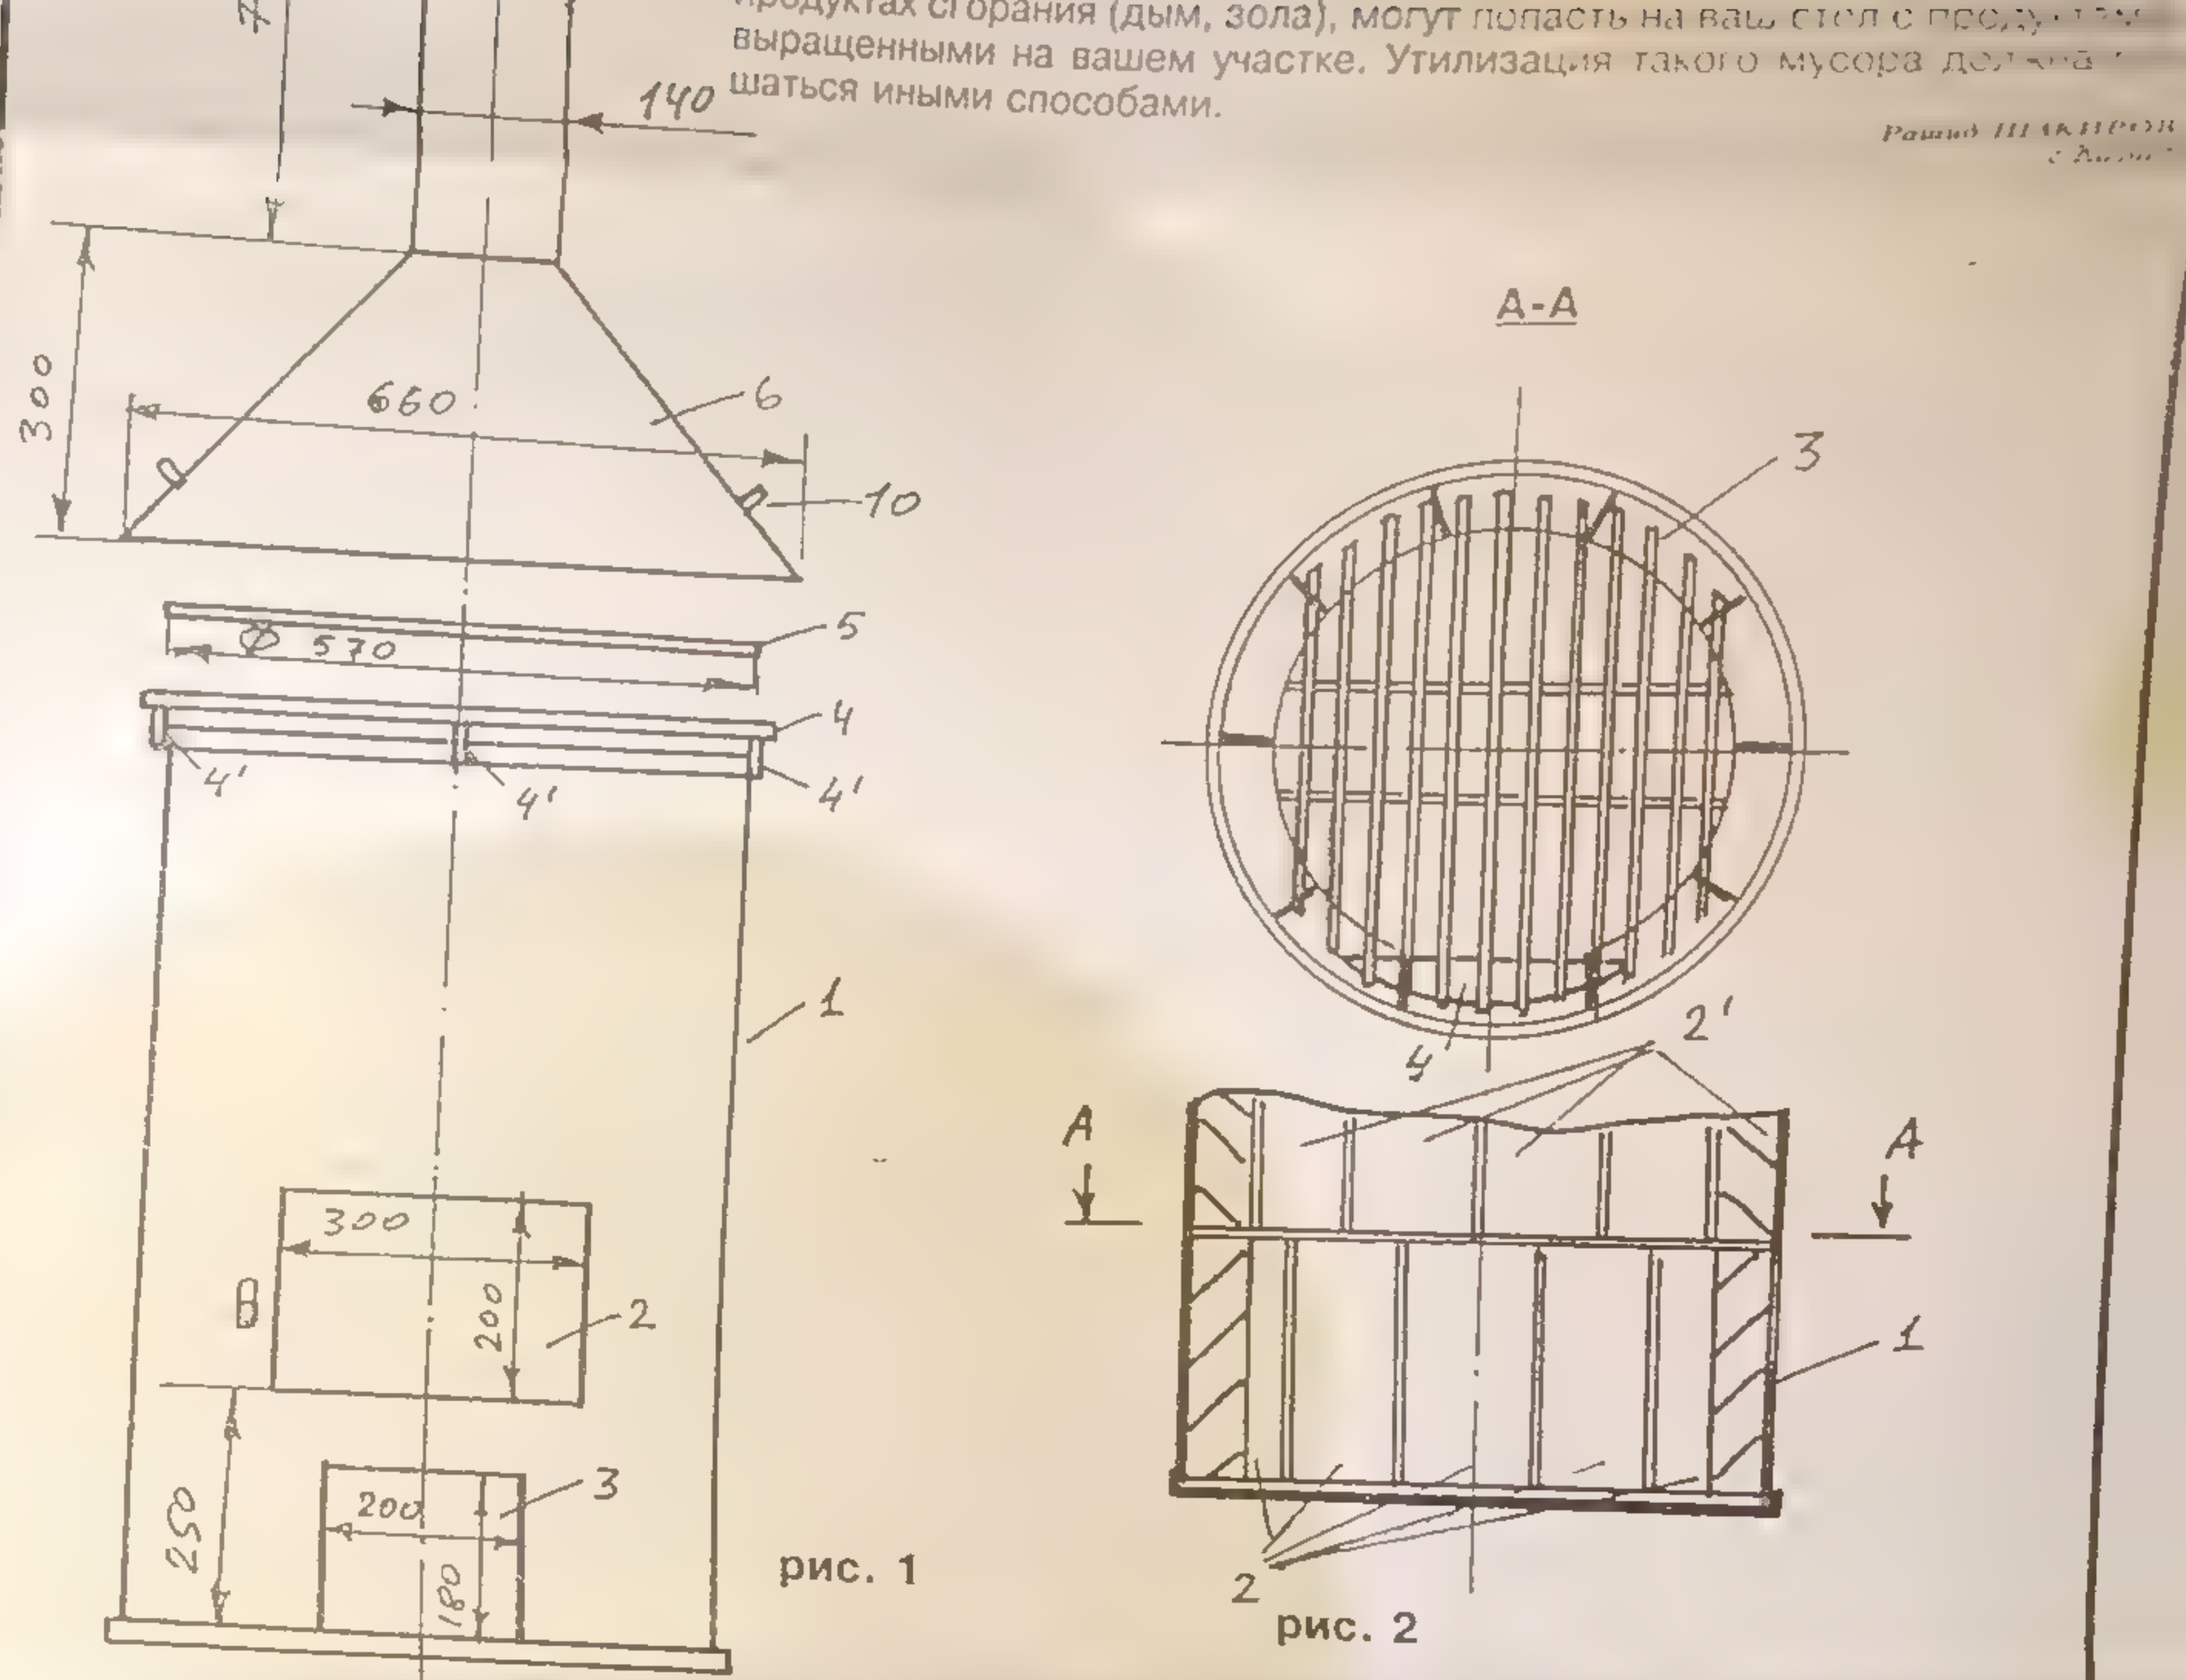

рис. 1
В корпусе печки (рис. 1) размечаем отверстия под поддувало и дверцу топки, затем вырубам или выпиливаем абразивным кругом.
Печку изнутри футеруем керамическим кирпичом на глиняном растворе. Схема футеровки показана на рис. 2. Кирпичи укладываем на дно бочки стоймя. Швы между кирпичами заделываем глиняным раствором. Между кирпичом и металлической стенкой не должно быть пустот. После укладки первого ряда на кирпичи кладем колосниковую решетку (3), изготовленную из обрезков металлических прутков, диаметром 8-10 мм. Закончив футеровку, надо дать раствору высохнуть, а за это время изготовить вытяжной зонт с дымоходом. Его можно изготовить в виде усеченного конуса, соединенного с цилиндрическим дымоходом или в виде усеченной пирамиды с дымоходом квадратного сечения. К двум граням зонта крепим ручки (10 рис. 1).
Если вы собрались смастерить калитку на даче, но у вас нет подходящих завесов и досок, не беда. Ее можно изготовить из круглого дерева (рис. 1). А роль завесов будет выполнять одна сторона стойки (1) калитки, которую держат с торцов сверху и снизу стальные штыри (3). Стойки (1, 2) калитки лучше выполнить из твердой древесины (дуба и др.). Перекладин (4) и штапел (5) лучше изготовить из ели. Под стойку (1) закапываем в землю на глубину 10 см упор длиной 30 см (7). Упор должен быть над поверхностью земли на 10 см. В его середину забиваем штырь (3) d 10 мм на глубину 100 мм, предварительно просверлив отверстия d 7-8 мм, во избежание растрескивания древесины. Если нет подходящего штыря, можно использовать гвоздь на 200 мм. На второй конец штыря одеваем низ стойки (1), в которой по центру просверлено отверстие диаметром 11 длиной на 5 мм больше штыря. В верхнюю часть стойки (1) забиваем аналогичный штырь длиной 100 мм, оставив над поверхностью 40-50 мм. Чтобы удержать калитку в вертикальном положе-